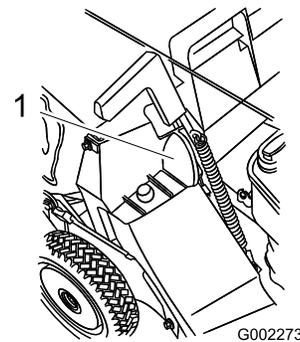

Figure 23
5. Tirez la poignée du volet d'éjection vers l'avant pour dégager l'ergot de son logement, puis repoussez la poignée vers l'arrière pour bloquer l'ergot dans l'encoche du bac (Figure 23).